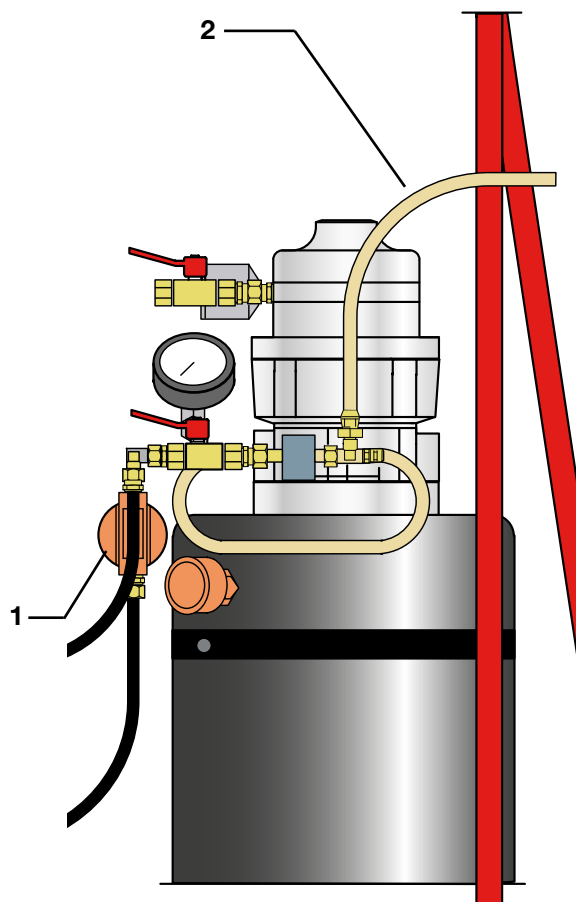

Fig. 21:
10.5 Dispositivo de llenado de aceite (Fig. 21)